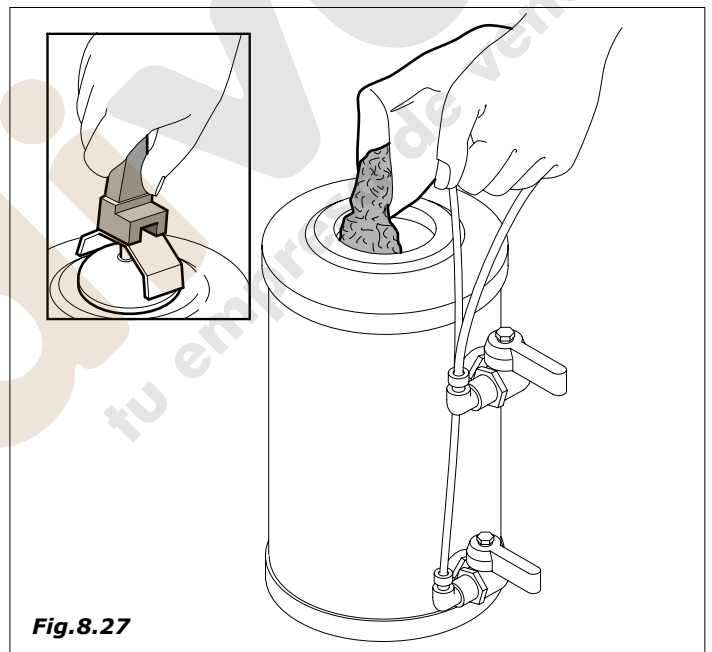

Fig.8.27
- Abrir la tapa e introducir 1,5kg. de sal de cocina (Fig.8.27)